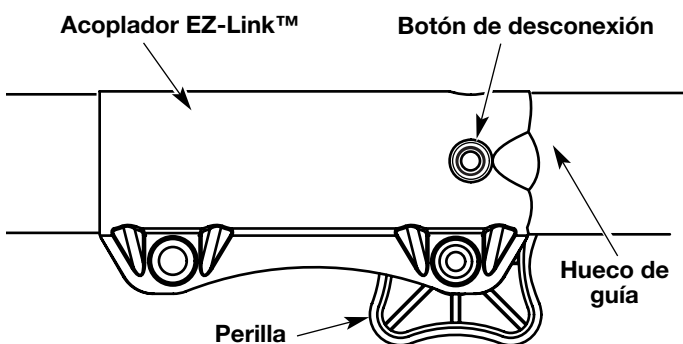

Fig. 24
1. Gire la perilla en sentido antihorario para aflojarla (Fig. 24).
2. Opima y sostenga el botón de desconexión (Fig. 24).
**NOTA:** La alineación del botón de desconexión con el hueco de guía facilitará la instalación (Fig. 24).